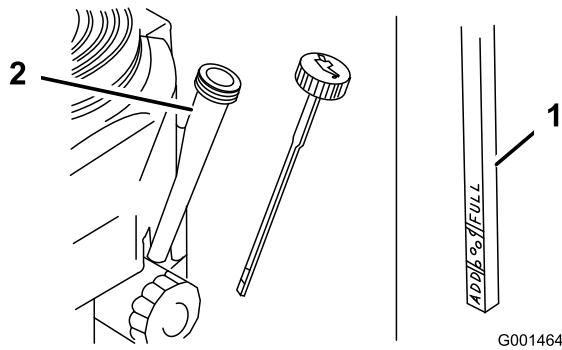

Bild 23
- Reinigen Sie den Bereich um den Ölpeilstab (Bild 23), damit kein Schmutz in den Einfüllstutzen gelangen und den Motor beschädigen kann.
- Schrauben Sie den Ölpeilstab heraus und wischen Sie das Metallende ab (Bild 23).
- Schieben Sie den Ölpeilstab vollständig in den Einfüllstutzen (nicht in den Einfüllstutzen einschrauben) (Bild 23).
9. Gießen Sie ca. 80 % der angegebenen Ölmenge langsam in den Einfüllstutzen (Bild 23).